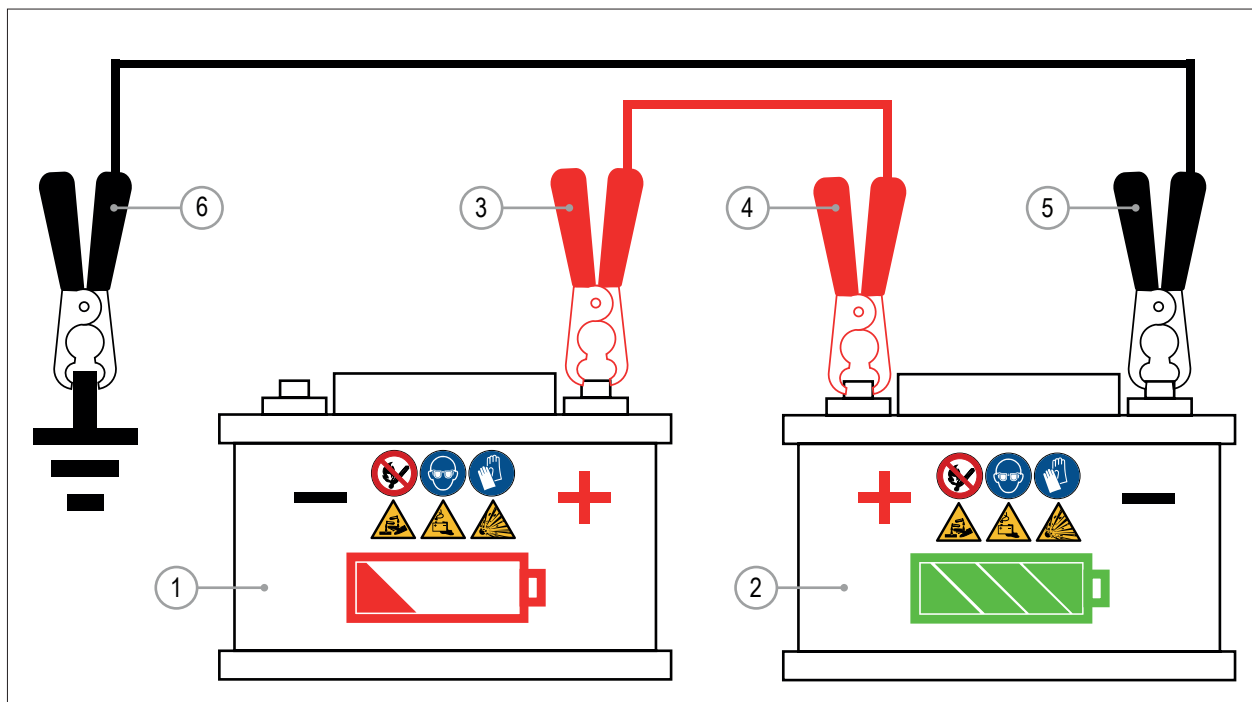

РИС. 42
Если аккумуляторная батарея машины (РИС. 42 - Сс. 1) неисправна, двигатель можно запустить с помощью вспомогательного аккумулятора и комплекта кабелей (РИС. 42- Сс. 2)
- 3) Подсоедините положительный (+) кабель вспомогательного аккумулятора к положительной (+) клемме аккумулятора машины (РИС. 42 - Сс. 3). Возможно подключение к положительной клемме стартера (рис. 48 - Сс. 4).
- 4) Подключите другой конец положительного (+) вспомогательного кабеля к положительному (+) полюсу вспомогательного аккумулятора (РИС. 42 - Сс. 4).
- 5) Подсоедините отрицательный (-) кабель вспомогательного аккумулятора к отрицательному (-) полюсу вспомогательного аккумулятора (РИС. 42 - Сс. 5).
- 6) Подсоедините другой конец отрицательного (-) вспомогательного кабеля к металлической части рамы машины или двигателя в отдалении от аккумулятора машины (РИС. 42 – Сс.. 6).